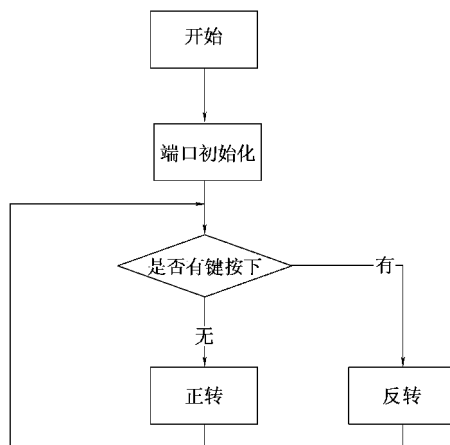

图 10-30 软件流程图
2) 软件设计：电动机正反转的环形脉冲分配分别见表 10-7 和表 10-8。软件流程如图 10-30 所示。